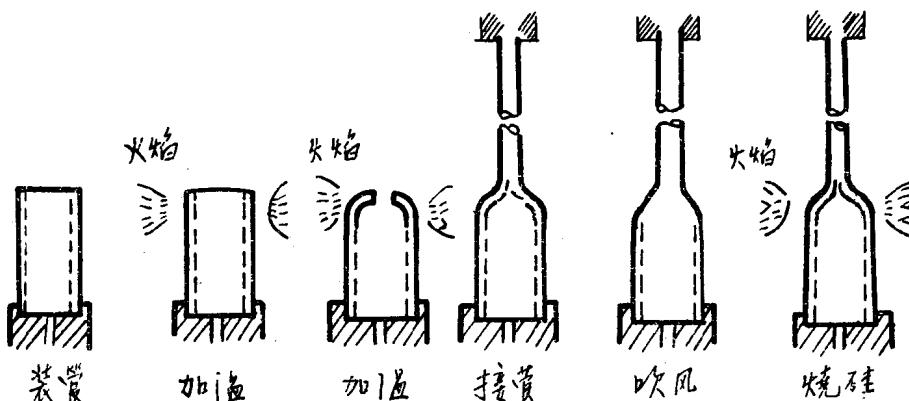

图15 G.E.C. 24工位玻壳机工位作用
G.E.C.的是24工位玻壳成形机，加工Φ8~12mm的玻壳，每小时效率可达700~1,000个，主要工位工作如图15所示。前几个工位是自动装管，以后是加温端部、接管、吹圆、去硅、吹冷和自动卸管等，和THORN的机器所不同之处，是没有下部夹扁的工位。